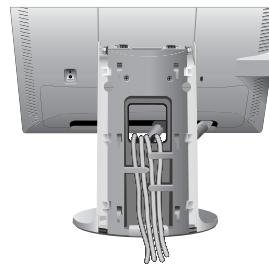

Figura C.5
7. Posizionare tutti i cavi nei ganci (**figura C.5**).